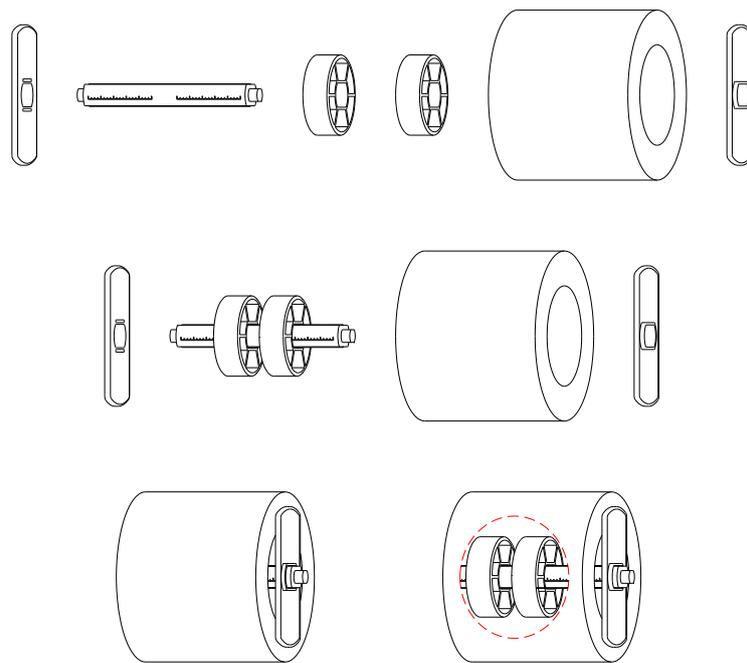

图 2-20 将纸卷套入纸卷轴
3. 将纸卷套入纸卷轴（如果是 3 英寸大纸芯的纸卷，请套入纸卷轴套筒），将两个纸卷挡板从两边套入纸卷轴，光滑面朝向纸卷。如图 2-20 所示。